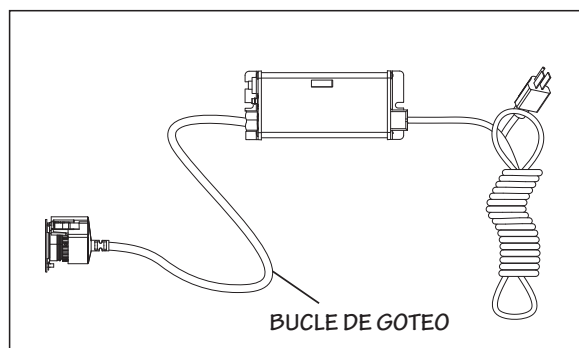

Figura 5 Bucle de goteo
- El controlador se debe montar encima o al lado de la cámara. Siempre monte el controlador horizontalmente para evitar que la humedad se filtre por la canalización de los cables y provoque un peligro de incendio. Es muy recomendable usar bucles de goteo en los cables conectados al controlador. Consulte Figura 5.
- Monte el controlador ICE de forma horizontal a la pared, cerca de la cámara. Lo idóneo sería colocar el controlador sobre el reactor y lejos de cualquier punto de conexión de agua para evitar que se vierta agua en el controlador por medio de fugas en un punto de conexión o un sistema de “transpiración”. Asegúrese de permitir un “bucle de goteo”, como se muestra en la **Figura 5**, en la lámpara y el cable de alimentación para evitar, de nuevo, que entre agua en el controlador.